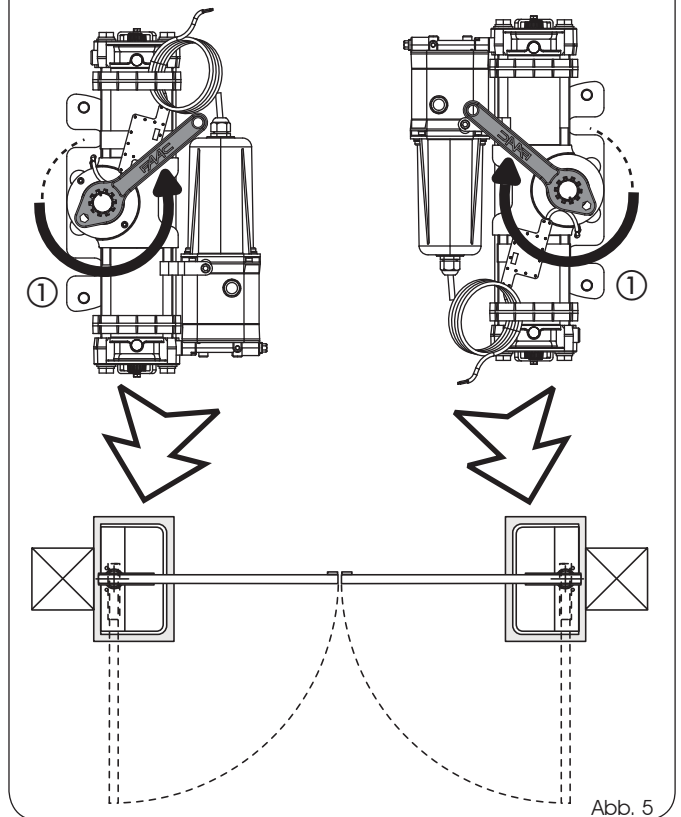

Abb. 5
- 5) Das Ritzel des Antriebs mit dem mitgelieferten Schlüssel (Abb. 5, ①) in Schließrichtung des Tors bis zum Erreichen des inneren Anschlags des Kolbens drehen und den Schlüssel entfernen.